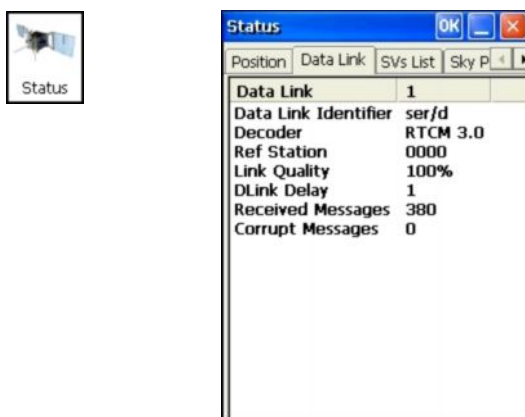

Рис. 3-18. Окно Status - вкладка Data Link
15. Для настройки RTK ровера нажмите Status (Рис. 3-18 на стр. 3-19), чтобы убедиться, что приемник принимает дифференциальные поправки. Как правило, приемник начинает выдавать координаты фазового центра антенны вместе с типом решения через 10-30 секунд. Однако, при использовании модемов Spread Spectrum и телефонов стандарта GSM на синхронизацию может уйти 60 секунд.